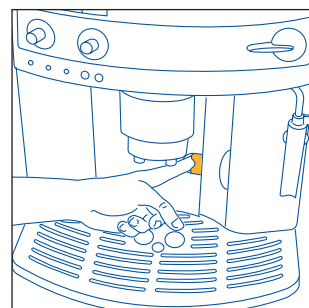
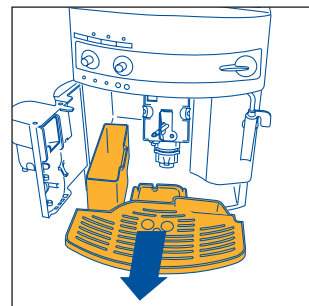

Fig.15
Fig.16
NOTA 7: la macchina conta il numero di caffè che vengono erogati. Ogni 14 caffè singoli (o 7 doppi), la spia ☹ si accende in modo fisso (cap. 12 punto 3) avvertendo che il contenitore fondi è pieno di pasticche ed è necessario svuotarlo e pulirlo. Finché non si fa la pulizia del cassetto fondi, la spia rimane accesa e la macchina non può fare il caffè. Per eseguire la pulizia aprire lo sportello di servizio sulla parte anteriore tirando l'apposita maniglia (fig. 15); si accende la spia ☹ lampeggiante (vedere par. 12 punto 9); estrarre quindi la vaschetta raccogli-gocce (fig. 16), svuotarla e pulirla. Svuotare e pulire accuratamente il cassetto fondi avendo cura di rimuovere tutti i residui che possono essere depositati sul fondo. Asciugare anche le eventuali gocce di condensa che si sono depositate all'interno della macchina sotto la vaschetta raccogli-gocce. **IMPORTANTE:** quando si estrae la vaschetta raccogli-gocce è **OBBLIGATORIO** svuotare sempre il contenitore fondi caffè anche se è riempito poco. Se questa operazione non è effettuata può succedere che, quando si fanno i caffè successivi, il contenitore fondi si riempia più del previsto e che la macchina si intasi di pasticche esauste.
- aprire lo sportello di servizio (fig. 15);
- estrarre il vassoio raccogli gocce ed il contenitore dei fondi (fig. 16) e lavarli;